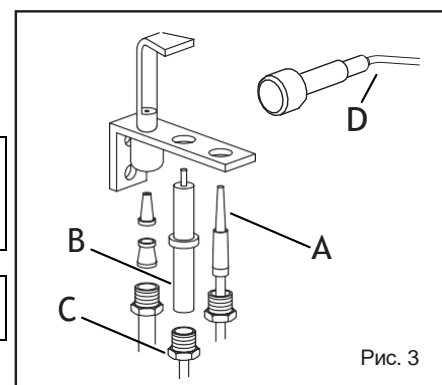

Рис. 3
- отверните термопару от запальной горелки (рис. 3/A);
- Отсоедините высоковольтный кабель от свечи (рис. 3/B);
- отверните гайку (рис. 3/C);
- подсоедините высоковольтный кабель (рис. 3/B).
- Отсоедините кабель от пьезоэлектрического запального устройства (рис. 3/D);